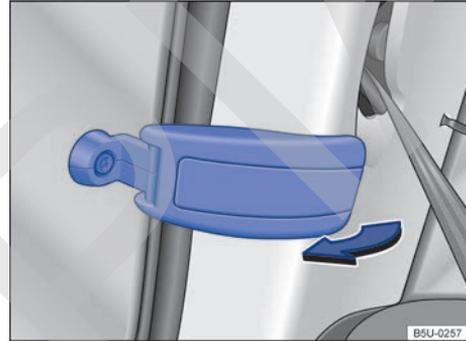

Fig. 33 Abrir la luneta rebatible.
- Tirar de la palanca de bloqueo de la luneta en el sentido de la flecha → fig. 33.